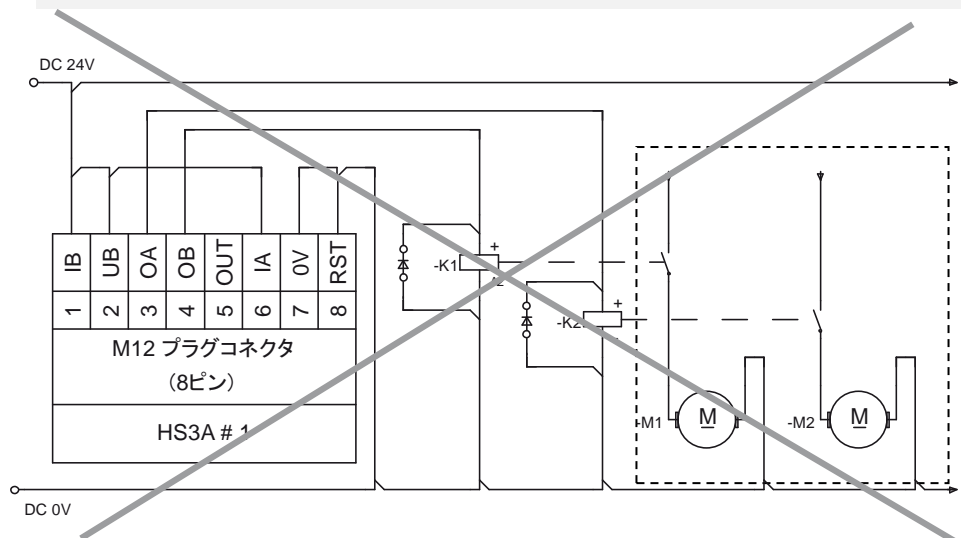

図8 誤った配線例
- ▶ 安全性を確保するため二重化安全出力（OA/OB）は常に状態監視されている必要があります。図8に示すような安全出力の単一チャンネルでの使用はEN ISO13849-1におけるカテゴリの低下を引起こします。